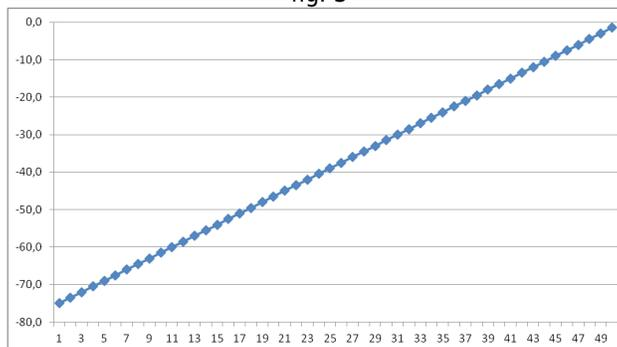

fig. 4
4. Volume Scale #4 – This setting is a linear-in-dB scale (fig. 4)
4. Curva #4 – Questa è una curva lineare –in-dB (fig. 4)